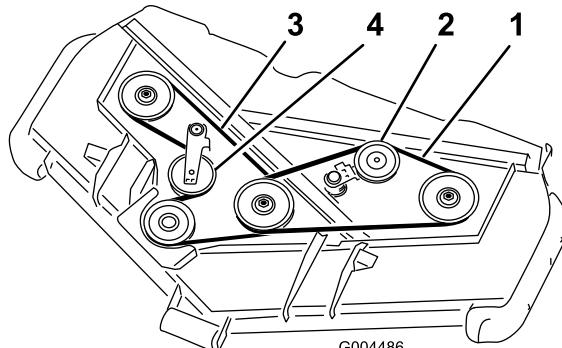

Bild 55
3. Schieben Sie mit einem Stemmisen die Spannscheibe für den oberen Riemen (Bild 55) vom oberen Treibriemen, um die Riemenspannung zu lösen, sodass der Riemen von den Scheiben rutschen kann.
4. Schieben Sie mit einem Stemmisen die Spannscheibe für den unteren Riemen (Bild 55) vom unteren Treibriemen, um die Riemenspannung zu lösen, sodass der Riemen von den Scheiben rutschen kann.
5. Verlegen Sie einen neuen Riemen um die Getriebescheibe, die unteren Spindelscheiben und die Spannscheibe, siehe Bild 55.
6. Verlegen Sie einen neuen Riemen um die oberen Spindelscheiben und die Spannscheibe, siehe (Bild 55).